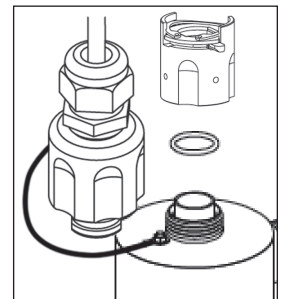
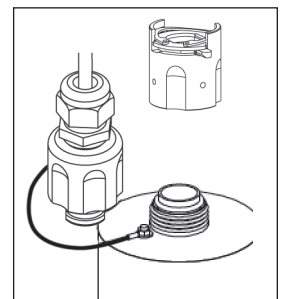

Figure 3C
Figure 3D
5. Nettoyez la chemise tel qu'expliqué ci-haut ou remplacez-la avec une nouvelle chemise. Réinstallez la chemise de quartz dans le sens inverse. Le réacteur de l'UVSS est conçu pour rendre l'installation de la chemise de quartz facile en incorporant un guide unique pour centrer la chemise. Pour installer la chemise, insérez prudemment la chemise dans la chambre à réaction (ne la laissez pas tomber) et poussez la chemise jusqu'à ce qu'elle entre en place fermement au fond du réacteur et centré dans les guides conçus pour la chemise (figure 3C). Installez un joint torique (no de pièce 410866) lubrifié (au lubrifiant de relâche à base de silicone) sur la chemise de sorte qu'il soit en position contre le seuil chanfreiné (figure 3D).